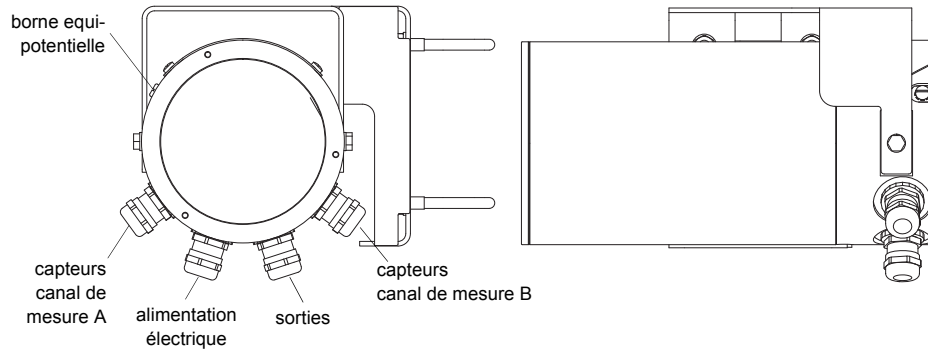

Fig. 7.2: Raccordement du transmetteur
- Retirez le presse-étoupe pour raccorder les capteurs (voir Fig. 7.2).
La terre de protection extérieure doit être raccordée à la borne équipotentielle sur le boîtier du transmetteur (voir Fig. 7.2).
- Retirez le presse-étoupe pour raccorder l'alimentation électrique (voir Fig. 7.2).
- Introduisez le câble d'alimentation dans le boîtier supérieur (voir Fig. 7.2).
- Retirez le presse-étoupe pour le raccordement des sorties (voir Fig. 7.2).
- Introduisez le câble de sortie dans le boîtier (voir Fig. 7.2).